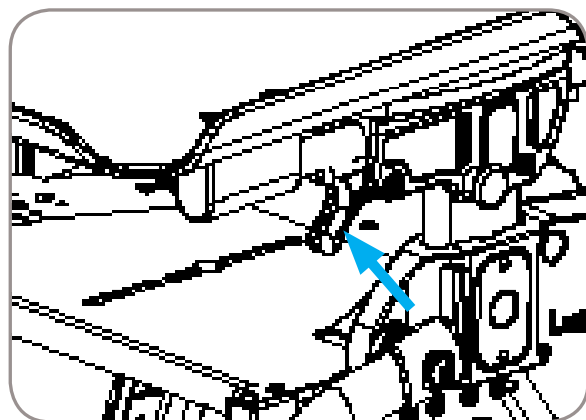

Figura 22
4. Gire las levas de la bandeja izquierda y derecha hacia arriba para bloquearla en su lugar. Referencia Figura 22.